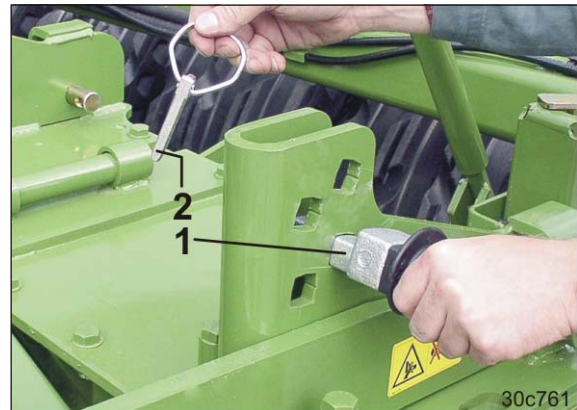

Bild 114
3. Fäst djupregleringsbulten (Bild 114/1)
- o ju högre upp djupregleringsbulten (Bild 114/1) sätts in i justeringssegmentet.
4. Säkra djupregleringsbulten med låssprintar (Bild 114/2).
Säkra alltid djupregleringsbulten med en låssprint (Bild 114/2) efter varje omkoppling.